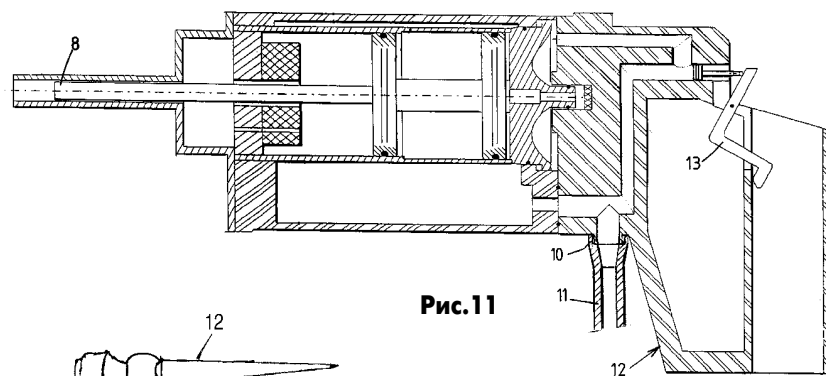

Рис.11
**Пневматический молоток** описан в патенте Франции 2808717 (2000 г.). Сжатый воздух подается по воздуховоду 11, закрепленному на корпусе штуцером 10 (рис.11). При нажатии гашетки 13 сжатый воздух поступает в камеру и перемещает боек 8 вперед. При отпускании гашетки боек возвращается назад. Пользователь держит устройство за ручку 12 и нажимает гашетку пальцем.